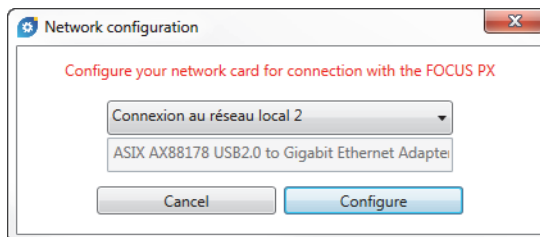

Рис. 1-17 Диалоговое окно Конфигурация сети
3. В диалоговом окне **Network Configuration** (Конфигурация сети) выберите сетевую карту, которая будет использоваться для коммуникации с FOCUS PX, затем щелкните **Configure** [Конфиг.] (Рис. 1-17 на стр. 39).